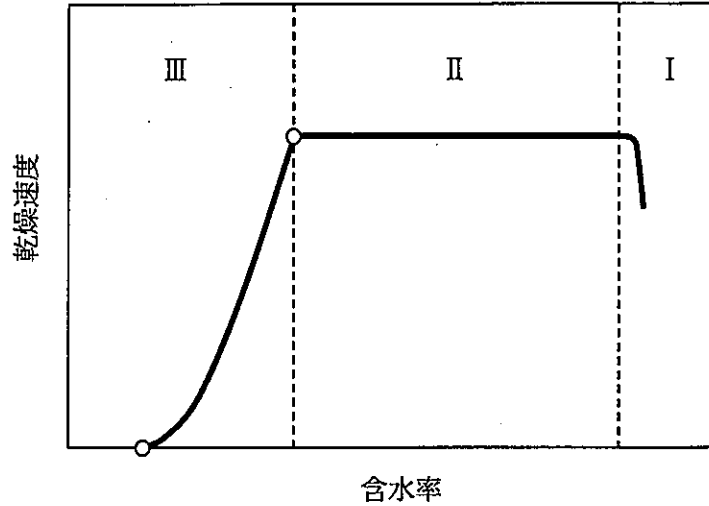

図2
(2) 図2は、表面まで十分に湿った被乾燥材料を一定条件の熱風中に吊るし、その平均含水率と乾燥速度の関係を求めたものである。
1) 図2は、 と呼ばれ、乾燥装置設計上の最も重要な基礎データである。
まず、材料の温度が初期温度から次第に上昇し、乾燥条件によって定まるある平衡温度に達するまでの期間があり、この期間を  期間という。図2で示すI、II、IIIの期間のうち、 の期間である。